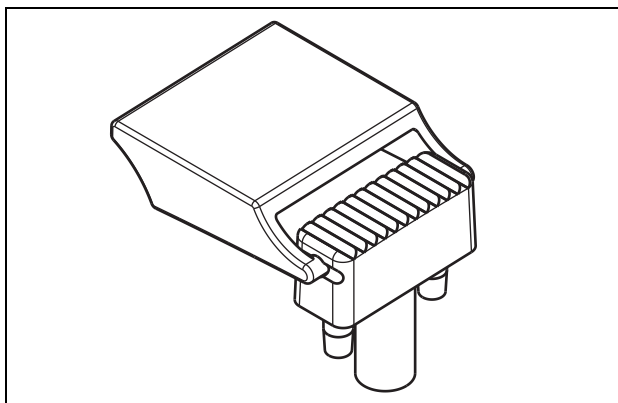

figure 25.1: Bouchon de touche
- 1 Enclenchez le bouchon de touche sur la plaque de rechange (voir figure 25.1 pour le résultat final).